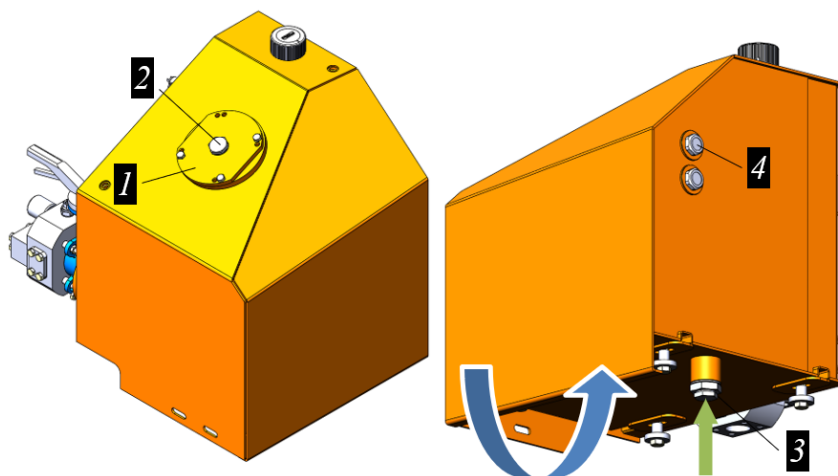

Рисунок 3.114. Процедура слива масла с гидробака
- ▶ Отвернуть пробку 2 крышки фильтра сливной линии 1, предварительно очистив рабочую зону и рядом с ней от загрязнений рис. 3.114.
- ▶ Отвернуть пробку-колпачок 3 со сливного клапана на нижней стороне гидравлического бака см. рис. 3.114 (показано стрелкой).
- ▶ Навернуть пробку-колпачок 3 на сливной клапан гидравлического бака, рис. 3.114.
- ▶ Через фильтр в линии слива заправить бак гидравлическим маслом. Заправку производить до отметки максимум (середина верхнего смотрового окна 4), см. рис. 3.114.
- ▶ Навернуть пробку 2 на крышку фильтра 1, рис. 3.114.